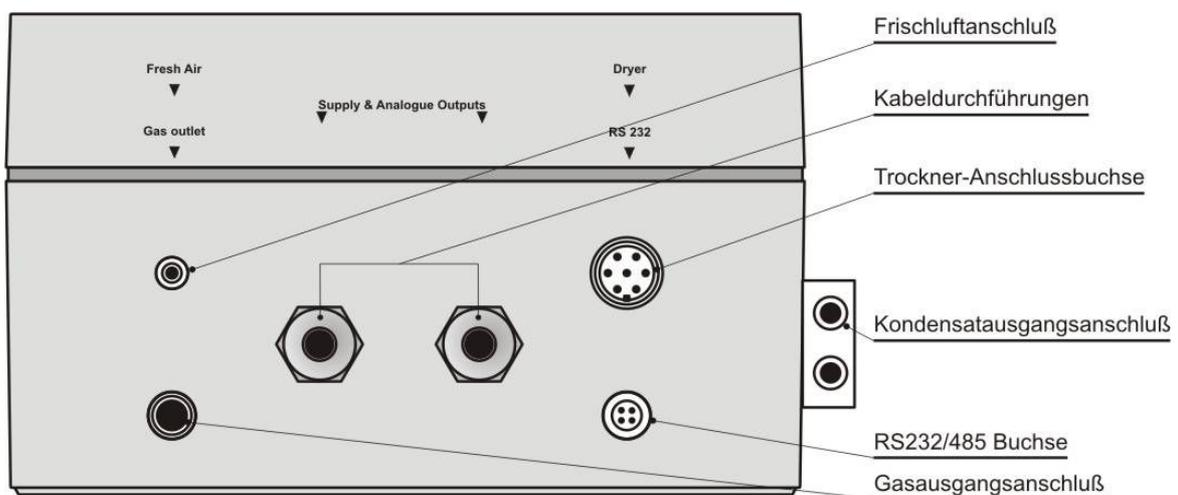

Bild 4. Ansicht von unten (ROBUST240 Gehäuse).
4.1.1 beschrieben. Die Ein- und Ausgänge sind für mehrere Funktionen ausgelegt, die wiederum durch die mitgelieferte Software **MaMoSII.exe** konfiguriert werden können. Der PC-Anschluss und der Trockneranschluss befinden sich im unteren Teil des Gehäuses (Abb. 4).